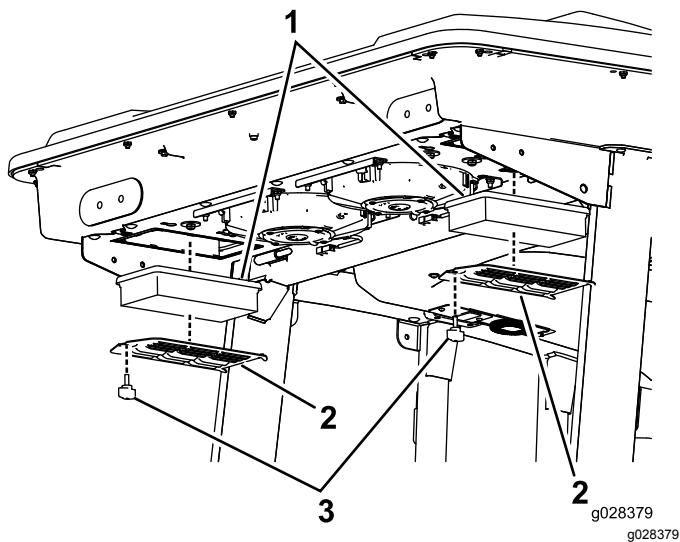

**Figura 142**
1. Retire los tornillos y las rejillas que cubren el filtro interior y el trasero de la cabina (Figura 142 y Figura 143).